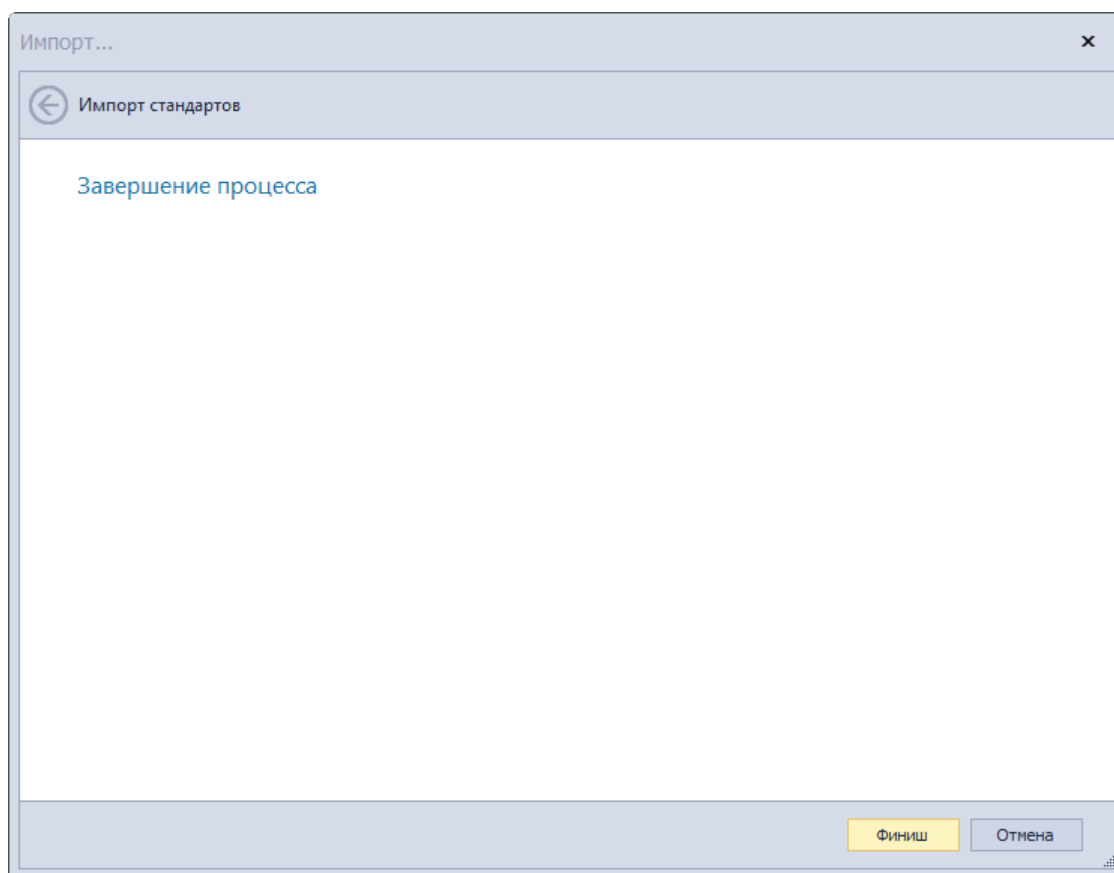

Рис. 21 Завершение процесса импорта
7. Нажмите «Финиш» для завершения процесса импорта, Рис. 21.